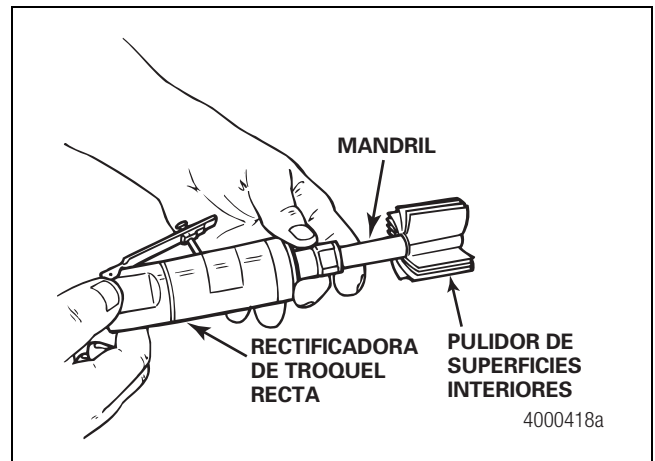

Figura 2.9
- Elija el pulidor de superficies interiores del tamaño correcto; para ello escoja el fabricante y el modelo del eje correspondientes en los pulidores de superficies interiores de la lista de herramientas que aparece en la Sección 7. Figura 2.9.